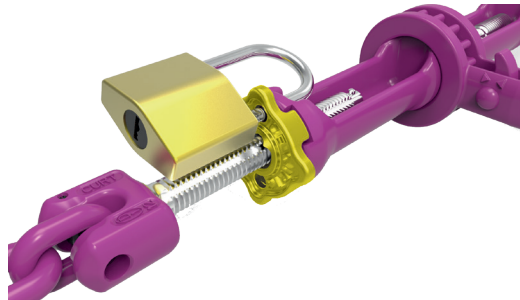

Bild 24:
10. Optional können ICE-Zurrketten am ICE-Ratschenspanner ICE-CURT mittels eines Vorhängeschlosses (TYP ABUS 85/40 HB) vor Diebstählen gesichert werden (siehe Bild 24).